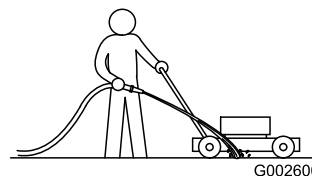

Figura 27
1. Con el motor en marcha sobre una superficie plana pavimentada, dirija un chorro de agua hacia delante de la rueda trasera **derecha** (Figura 27).